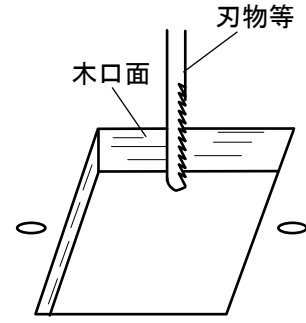

図1
- 1) ⑩テンプレートに印刷している4A07.61の基線に従い取り付けるカウンターを開口して下さい。この時、開口の木口面は必ず仕上げして下さい。(図1参照)